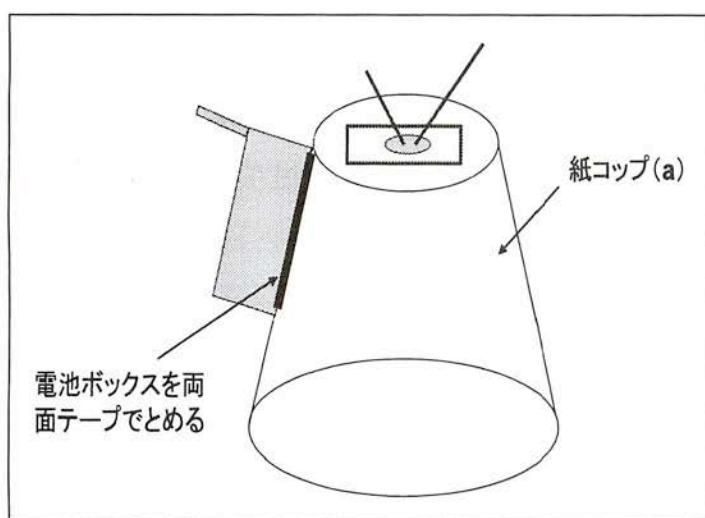

図7 電池ボックスの紙コップ(a)への取り付け。
4. 電池ボックスの底に両面テープをはり、紙コップ(a)の側面下のほうに取り付けます(図7)。この時、電池ボックスの下側と紙コップの底が同じになる位置に取り付けるとコップが机の上に立てることができ、実験しやすくなります。